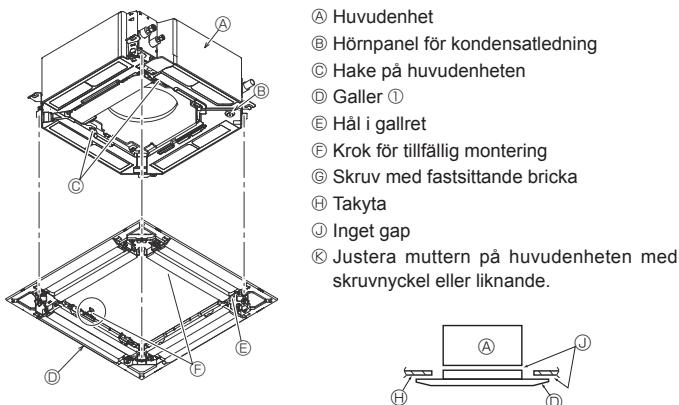

Fig. 9-6
9.4.2. Tillfällig montering av gallret (Fig. 9-6)
- Sätt fast gallret på huvudenheten genom att dra åt de förmonterade skruvorna. (Fig. 9-6)
Kontrollera att det inte finns några gap mellan huvudenheten och gallret eller mellan gallret och takytan. (Fig. 9-6)